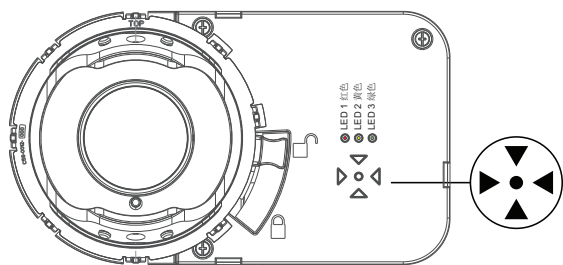
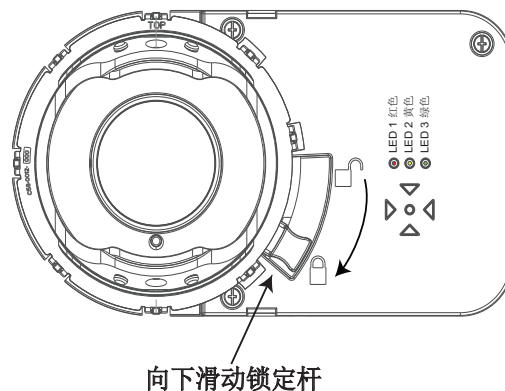

图 1-19: 箭头阵列
图 1-21: 锁定并稳固透镜
* 请参阅图 1-19和图 1-21 了解 LED 1、2 和 3。